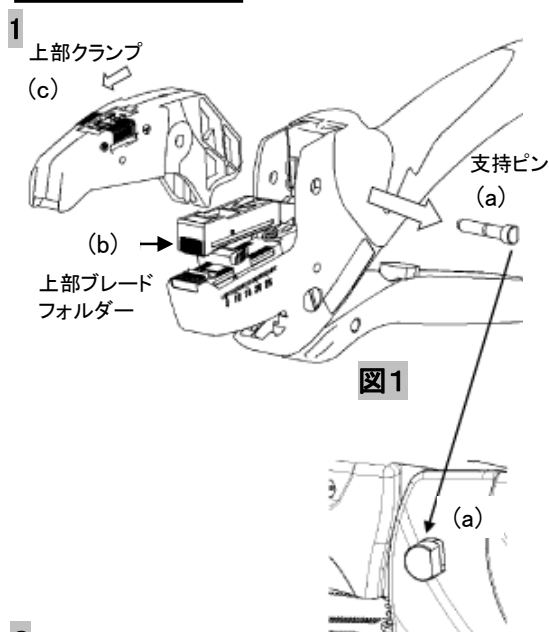

図1
1. 支持ピン(図 1 (a))を反対側から押して、手前側(矢印の方向)に引き抜きます。
次に、上部ブレードフォルダー(図 1 (b))を押さえながら、上部クランプ(図 1 (c))を手前側(矢印の方向)に取り出します。上部クランプを下側に押しながら手前側にゆっくり引っ張るように行くと簡単に外れます。